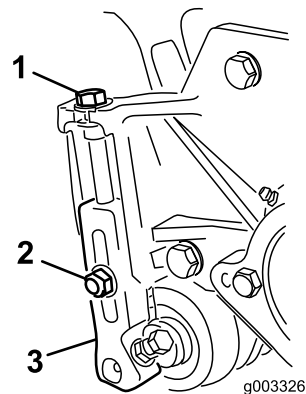

図 22
1. 刈り高アームをカッティングユニットのサイドプレートに固定しているロックナットをゆるめる 図 22。